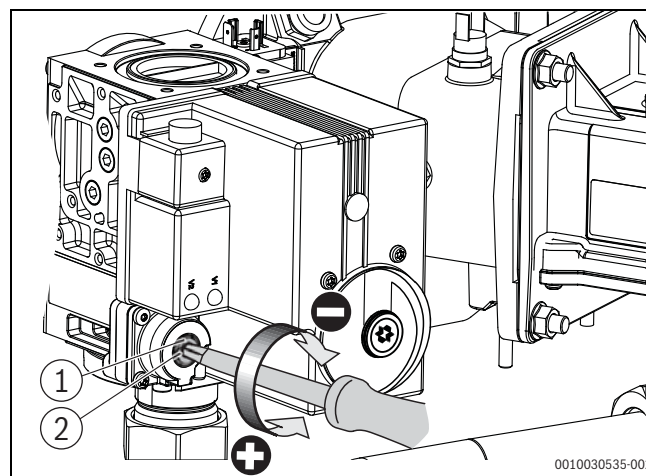

Bild 18 O₂-Gehalt bei Teillast einstellen (Kesselgröße 150 kW – 300 kW)
- ▶ Verschlusschraube an der Gasarmatur herausdrehen (→ Bild 18).
- ▶ O₂-Wert an der Teillast-Einstellschraube auf $5,7 \pm 0,4$ % einstellen (→ Bild 18).